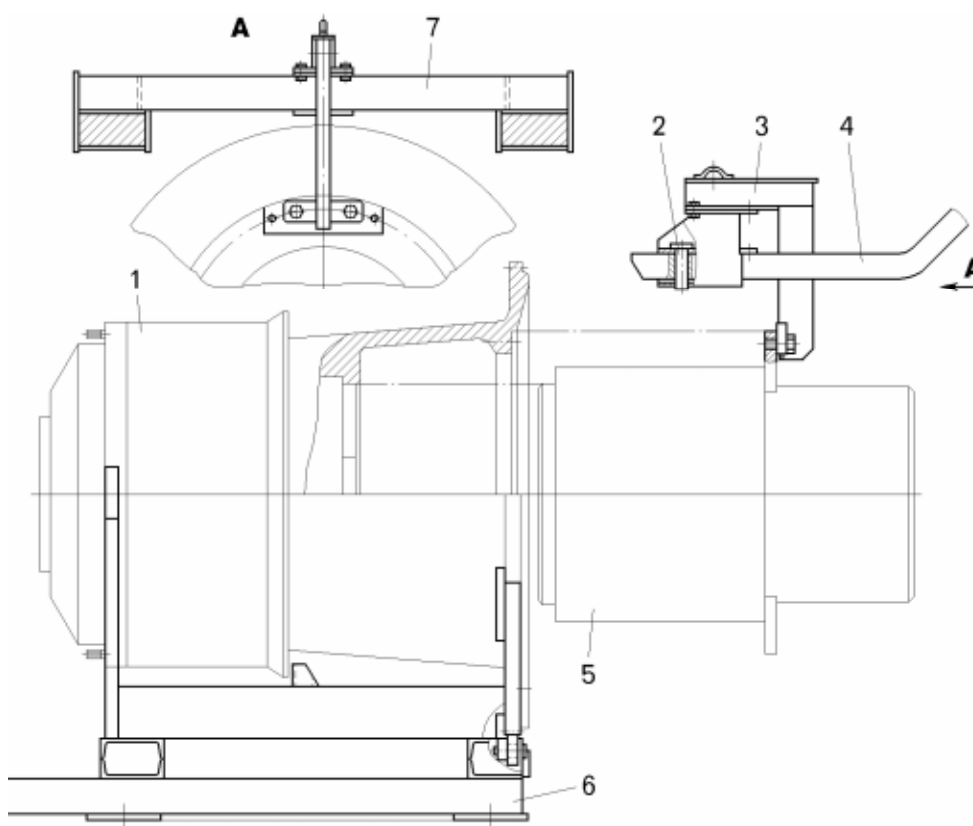

Рисунок 7.3 – Приспособление для установки и снятия электродвигателей:
- зачалить тяговый электродвигатель за рым-болты или приспособлением (рисунок 7.3) и отвернуть болты 15 (смотри рисунки 7.1) крепления тягового электродвигателя 2 к корпусу редуктора 8,